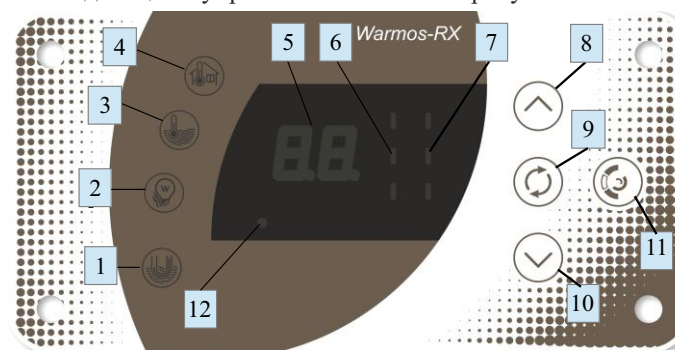

Рисунок 3. Панель индикации и управления
патрубок (7) со внутренней резьбой G1¼. Желаемая температура на выходе, контролируемая датчиком (8), а также лимит потребления электроэнергии устанавливаются на панели управления и индикации (см. рис.3). Избыточное давление в теплообменной емкости должно находиться в пределах от 0,05 МПа (при меньшем давлении работа циркуляционного насоса становится неустойчивой), до 0,29 МПа. Оно контролируется датчиком давления (9). Независимая от микроконтроллера и охлаждаемых полупроводниковых элементов защита представлена самовозвратным термовыключателем (10), включенным в цепь катушки контактора (11), через основные контакты которого проходят токи питания ТЭНов (через силовую плату (12), осуществляющую непосредственную подачу напряжения на ТЭНы.) Полупроводниковые элементы на силовых платах охлаждаются теплоносителем при прохождении через трубопровод (4). Установочная панель (13) закреплена на кронштейнах задней панели. На установочной панели также расположены: плата центральной (14), которая управляет всеми элементами системы, исполняет алгоритмы управления мощностью котла и содержит в энергонезависимой памяти необходимые настройки работы котла; плата коммутатора фаз (15), которая анализирует качество входного напряжения, обменивается информацией с центральной платой, управляет включением контактора и насоса, формирует низкое напряжение для питания других узлов системы управления; винтовые кабельные зажимы (16), через которые производится подключение фазных и нейтрального проводов; болтовой зажим (ЗБС) (17) для присоединения защитного провода РЕ. Для измерения температуры воздуха используется датчик (18), входящий в комплект поставки.
При этом в **основном режиме индикации** уровень ограничения мощности отображается числом индикаторов (7) (рис. 3) — максимум — три, а текущая средняя потребляемая мощность с округлением вверх — числом индикаторов (6) (рис. 3).